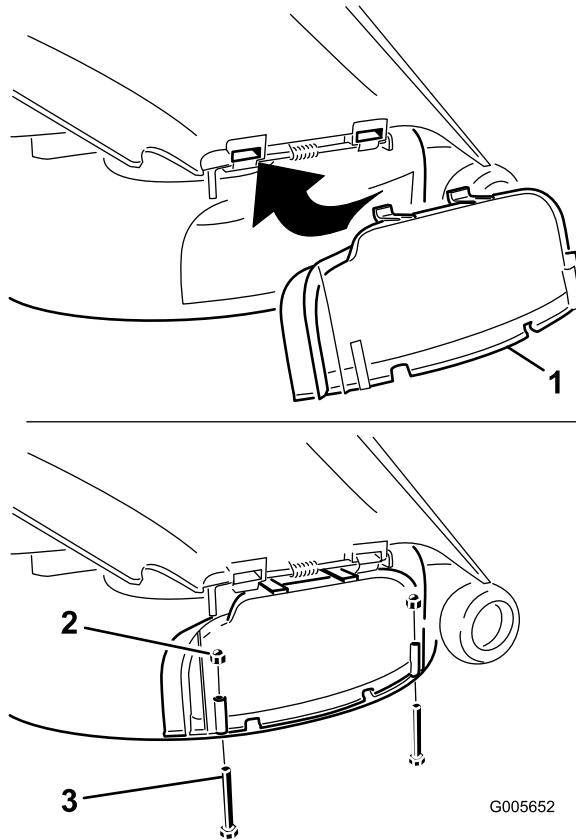

Figura 24
3. Eleve el deflector de hierba y deslice las escuadras de la parte superior de la tapa de descarga debajo de la varilla de retención del deflector de hierba. Gire hacia abajo la tapa de descarga sobre el orificio, hasta que descansen sobre el borde inferior del cortacésped (Figura 24).
4. Sujete la tapa de descarga al borde inferior del cortacésped con dos pernos (1/4 x 2-1/2 pulgadas) y dos tuercas ciegas (1/4 pulgada) según se muestra en Figura 24.